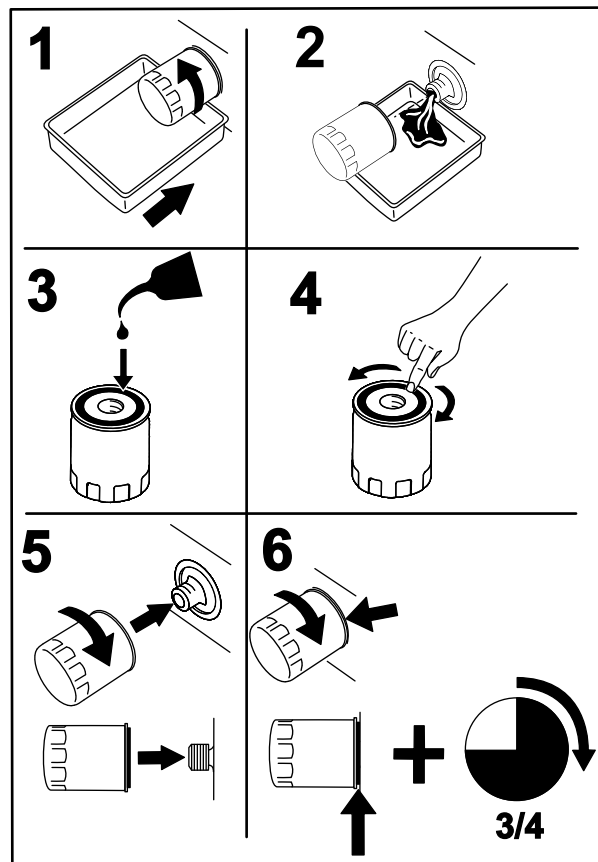

Bild 39
4. Stellen Sie eine Auffangwanne unter den Ölfilter und drehen ihn nach links, um ihn abzunehmen (Bild 39).